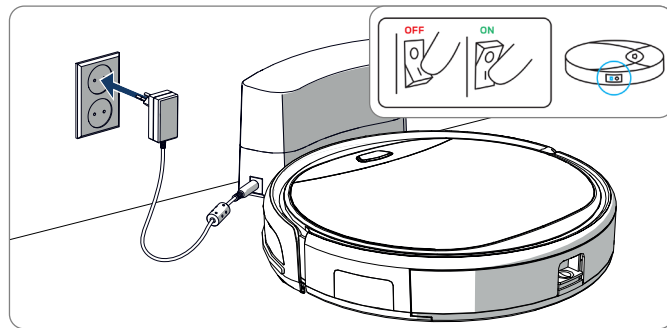

Figure 10 - De robot laden met het oplaadstation
- Met het oplaadstation, zie Afbeelding 10. Het stroomtoevoer lampje op het oplaadstation licht op tijdens het opladen.